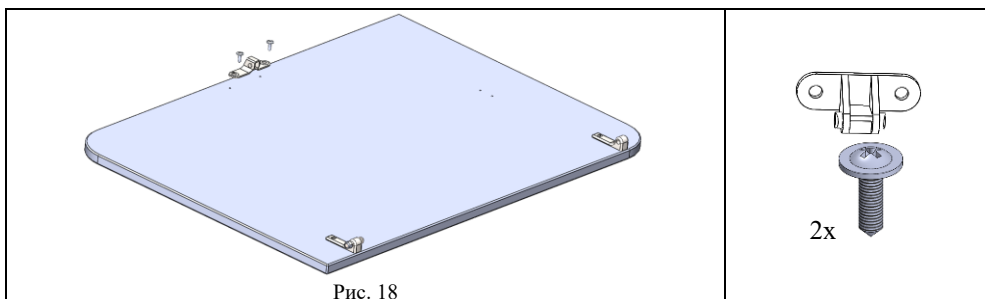

Рис. 18
5.5.2. К сборке по п. 5.5.1 прикрутить с помощью саморезов с прессшайбой (поз. 2, пакет № 227) кронштейн верхний (поз. 3, пакет № 9к), см. рис. 18, 18а.
Рис.18а